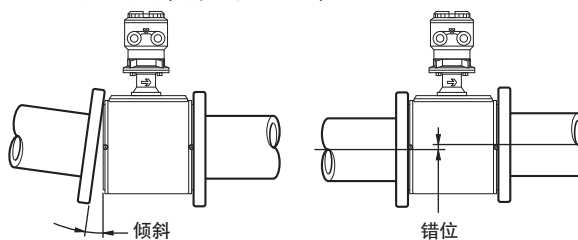

图3.2.2 倾斜和错位的流量计配管
(1) 安装流量计前，调整错位或倾斜的管道，以及安装法兰间的间隙(请参阅图3.2.2)。